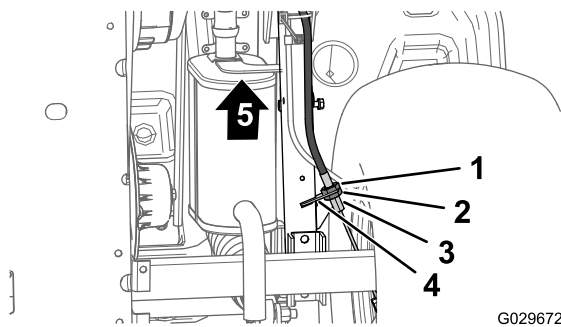

图 63
3. 在机器的底部，将手刹拉索螺纹调节器的后锁紧螺母松开 4 圈（图 63）。
4. 拧紧前锁紧螺母（图 63）。
- A. 将手刹拉索螺纹调节器的前锁紧螺母（图 63）松开 1 圈。
- B. 拧紧后锁紧螺母（图 63）。
- A. 将手刹拉索螺纹调节器的后锁紧螺母（图 63）松开 1 圈。
- B. 拧紧前锁紧螺母（图 63）。